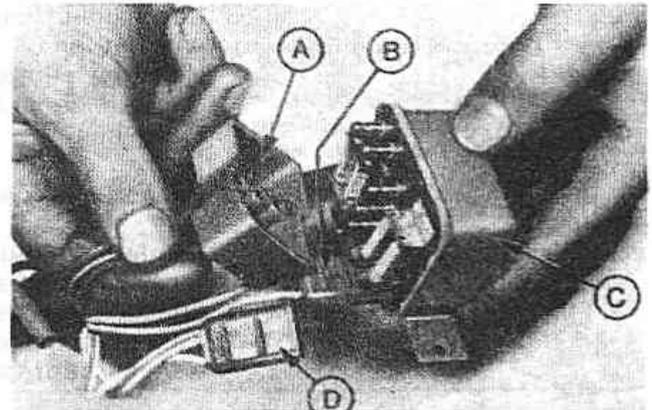

Рис.10.28. Реле фар (Разд.45)
4. Разъедините многополюсный и два двухполюсных разъема, предварительно пометив, в каком порядке они соединены (Рис.10.28)